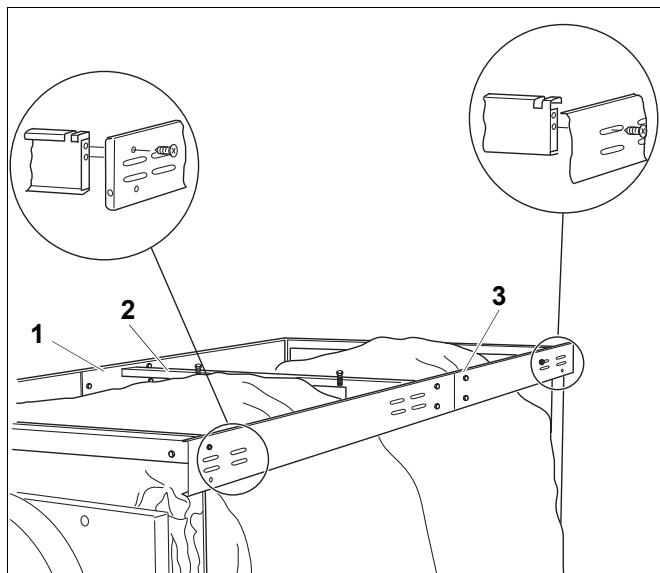

Рис. 12 Крепление траверсы
- У-образную окантовку первой боковой траверсы (рис. 12, **поз. 1**) установите в соответствующие вырезы передней, средней и задней траверс.
- Траверса крепится одним саморезом спереди в отверстие и одним саморезом сзади в овальное отверстие (рис. 12).
- Установите вторую боковую траверсу (рис. 12, **поз. 3**) У-образной окантовкой в соответствующие вырезы передней, средней и задней траверс.
Экспликация к рис. 12
- Выровняйте положение боковой стенки винтами (рис. 12 на стр. 13, **поз. 4**).